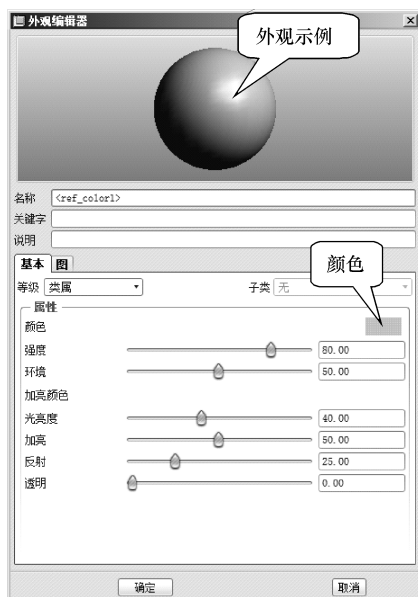

图 9-32 外观编辑器
- 【更多外观】按钮：单击更多外观...按钮，弹出【外观编辑器】对话框，如图9-32所示。单击【颜色】块，弹出【颜色编辑器】对话框，在其中可使用不同方法调节外观的颜色，符合要求后单击【关闭】按钮回到【外观编辑器】对话框，在【属性】选项组中调整各属性后，单击【确定】按钮即可完成外观调整。